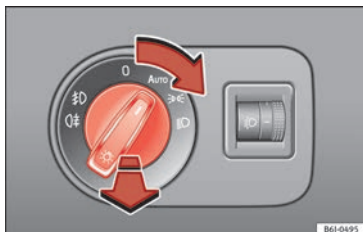

Abb. 29 Instrumententafel: Bedienelement Licht
- Lichtschalter in die gewünschte Position drehen » **Abb. 29**.